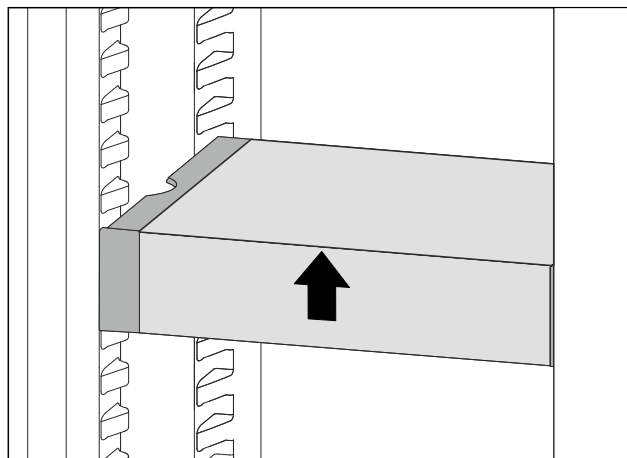

*Fig. 100*
- ▶ Placer le tiroir VarioSafe derrière les butées sur la nervure désirée *Fig. 100 (1)* ou *Fig. 100 (2)*.